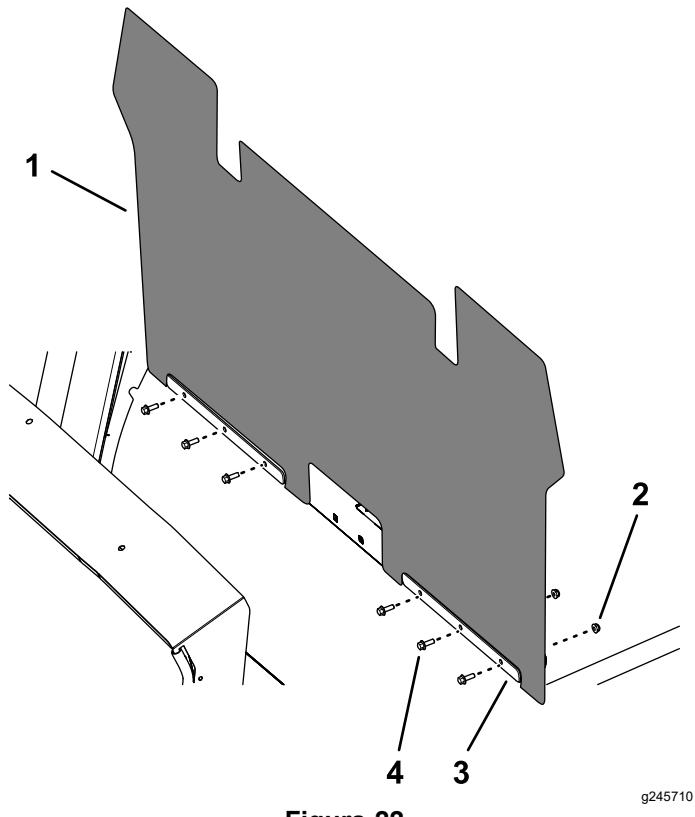

Figura 22
2. Instale la aleta inferior y las pletinas de las aletas con 6 pernos de cabeza hexagonal y arandela prensada ($\frac{1}{4}$ " x $\frac{3}{4}$ ") y 6 tuercas con arandela prensada ($\frac{1}{4}$ "), tal y como se muestra en la Figura 22.